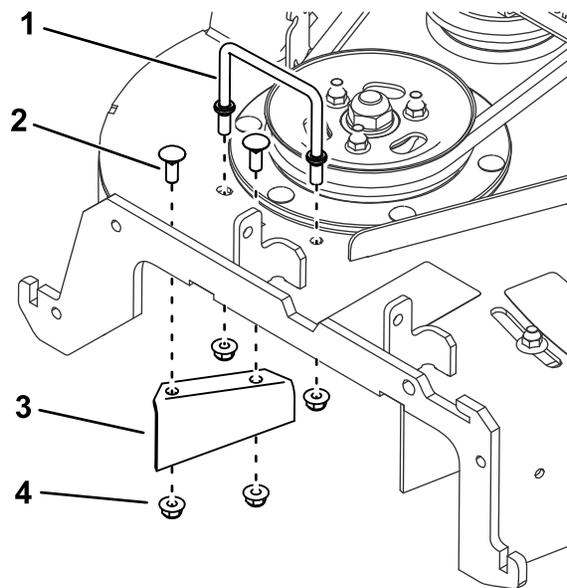

Figure 2
3. Déposez l'étrier métallique, le déflecteur, les 2 boulons de carrosserie (3/8" x 1") et les 4 écrous (3/8") du plateau (Figure 2).